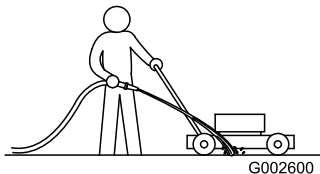

Рисунок 16
3. При работающем двигателе и включенном ноже направьте струю воды перед **правым** задним колесом (Рисунок 16).